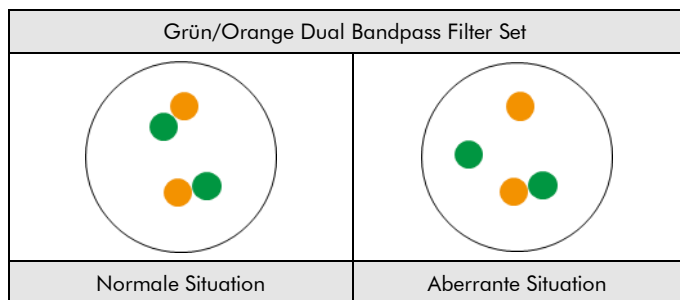

Abb. 2: Zu erwartende Ergebnisse in normalen und aberranten Zellkernen
**Normale Situation:** In Interphasen von normalen Zellen oder Zellen ohne eine Translokation der ABL2-Genregion erscheinen zwei grün/orange Fusionssignale (siehe Abb. 2).
**Aberrante Situation:** Eine von einer Translokation betroffene ABL2-Genregion wird durch ein separates grünes Signal und ein separates oranges Signal gekennzeichnet (siehe Abb. 2).